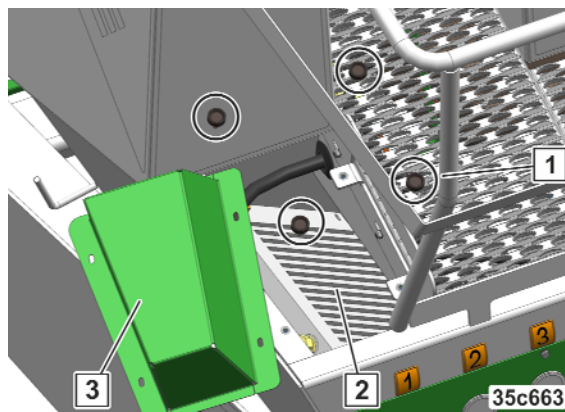

Fig. 314
2. Curățați grilajul de protecție aspirare suflantă (Fig. 314/3).
3. Desfaceți și îndepărtați toate piulițele randalinate (Fig. 314/1).
5. Curățați schimbătorul de căldură (Fig. 314/2).